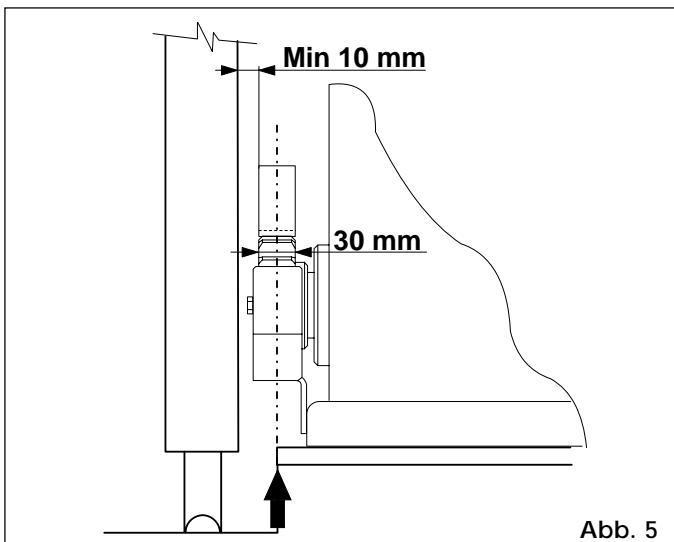
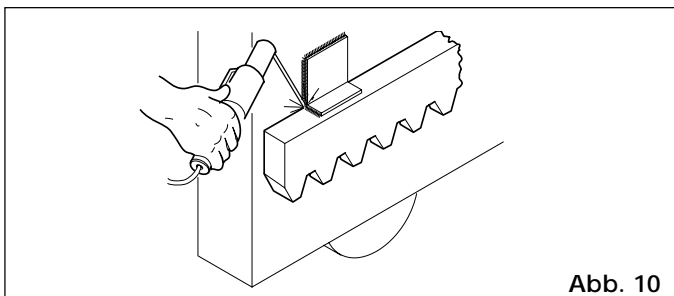

Abb. 5
Abb. 10
Für die Maßangaben wird auf Abb. 5 verwiesen.
- 3) Höhe der Stellfüße durch Anheben des Getriebemotors um ca. 1cm von der Fundamentplatte sowie Abstand zum Tor gem. Abb. 5 - 9 einstellen.
Wichtiger Hinweis: Zur Befestigung der Zahnstange am Tor müssen je nach Torbau entsprechende Halterungen angefertigt werden. Abb. 10 zeigt zum Beispiel eine „L“-förmige Halterung. Für die Anbringung der Halterungen s. Abb. 5 und 9.